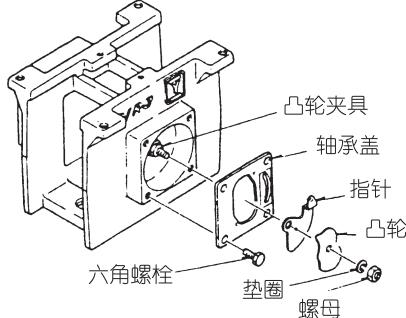

图 3-3
- (1) 首先，参照“第四章：阀门定位器”将定位器从阀本体上分离。
- (2) 分离阀门定位器后，拆下螺母并拆下阀杆前端的凸轮和指针。（参照图 3-3）